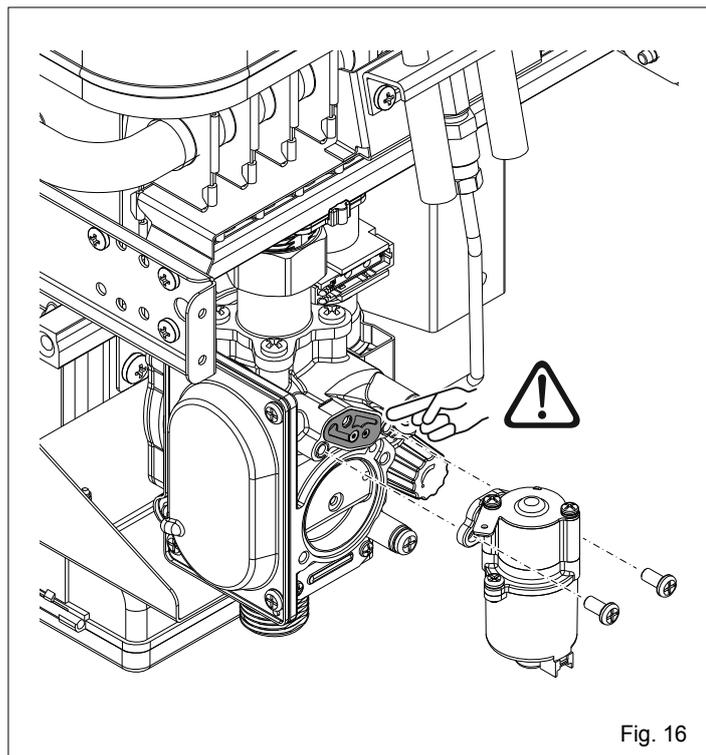

Fig. 16
- rimuovere il modulatore (Fig. 16), scollegando i cablaggi e rimuovendo le due viti che lo fissano alla valvola
⚠ Fare molta attenzione alla guarnizione presente sotto il modulatore. Assicurarsi che rimanga nella posizione originaria (Fig. 16) prima di accoppiare il modulatore alla valvola.